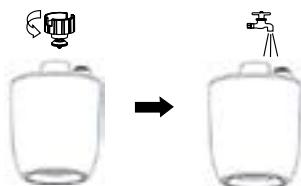

Рис. 2
- Открутите крышку резервуара для воды против часовой стрелки и залейте воду в емкость [рис.2]. Температура воды не должна превышать 40 °C.